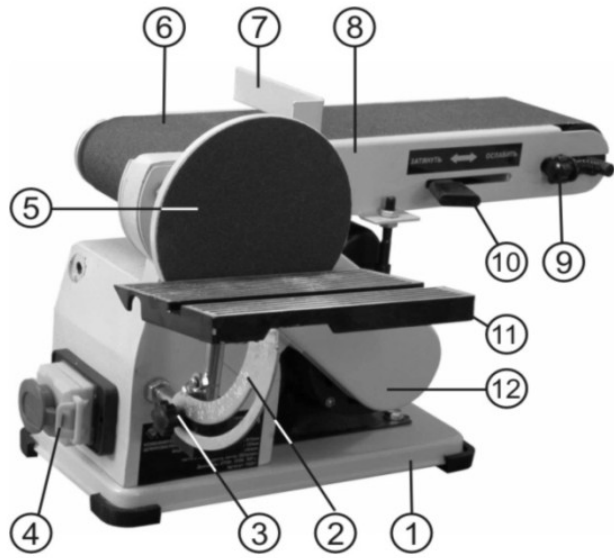
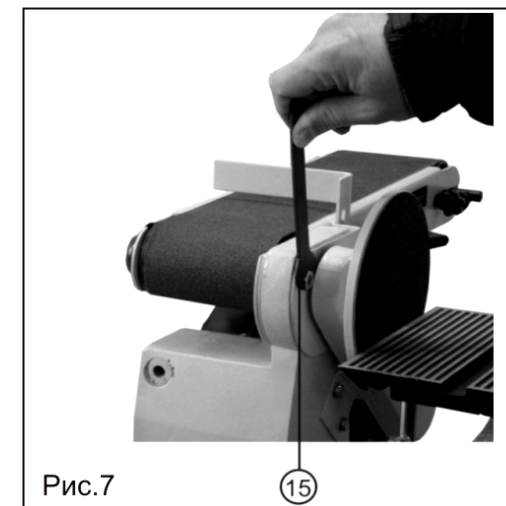

Рис.2
Рис.7
### 12.1. Смена и регулировка шлифовальной ленты (Рис. 2)
12.1.1. При необходимости установки новой шлифовальной ленты (6) переместите рукоятку (10) в сторону ведомого ролика шлифовальной ленты. Шлифовальная лента (6) ослабнет, и в это время можно снять старую шлифовальную ленту и заменить ее на новую. После этого переместите рукоятку (10) в сторону ведущего ролика шлифовальной ленты. Если шлифовальная лента (6) натянулась слабо или не совмещена по центру, отрегулируйте ее вращением винта регулировки (9), Рис.2. Проверьте правильность установки шлифовальной ленты (6) вращением ее вручную в направлении ведущего ролика. При включении машины шлифовальная лента (6) должна находиться в средней части роликов.
12.3.1. Ослабьте фиксирующий винт, Рис.3, снимите шлифовальный диск (5) и кожух ремня (12), Рис.2.
12.3.5. Установите и закрепите кожух ремня (12), Рис.2. Установите шлифовальный диск (5) и затяните фиксирующий винт, как показано на рисунке 3.
Установите четыре резиновые подушки (Н), Рис.1, на углы станины (1), Рис.2. Установите машину на горизонтальную ровную и устойчивую поверхность верстака, исключив возможность опрокидывания машины при работе.
### 9.2. Регулировка ленточно-шлифовального узла (Рис. 7)
Ослабьте две фиксирующие гайки (15), как показано на Рис.7 (одна гайка находится снизу) и установите стол шлифовальной ленты (8), Рис.2, на нужный угол от 0° до 90°. Затяните фиксирующие гайки (15) перед началом работы.